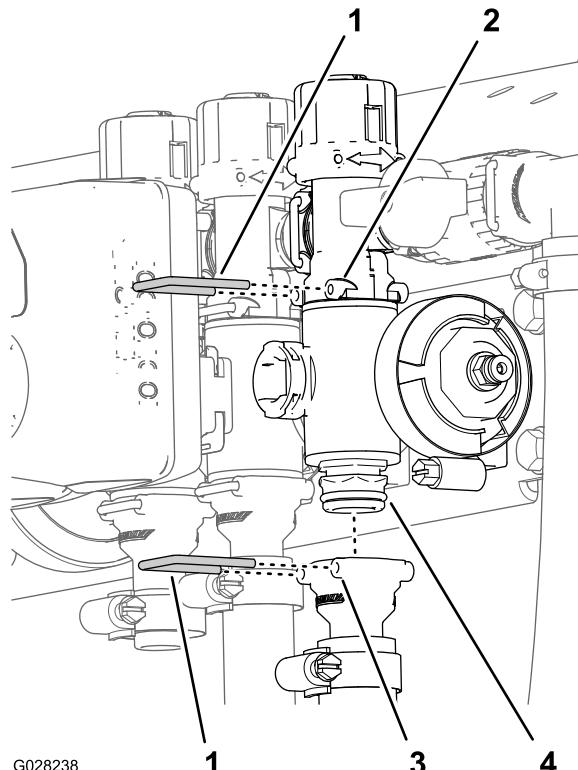

**Bild 116**
1. Entfernen Sie die Klemmen und Dichtungen, mit denen der Verteiler für das Abschnittventil (Bild 116) an dem danebenliegenden Abschnittventil (falls linkes Abschnittventil auch die Reduzierkupplung) befestigt ist.